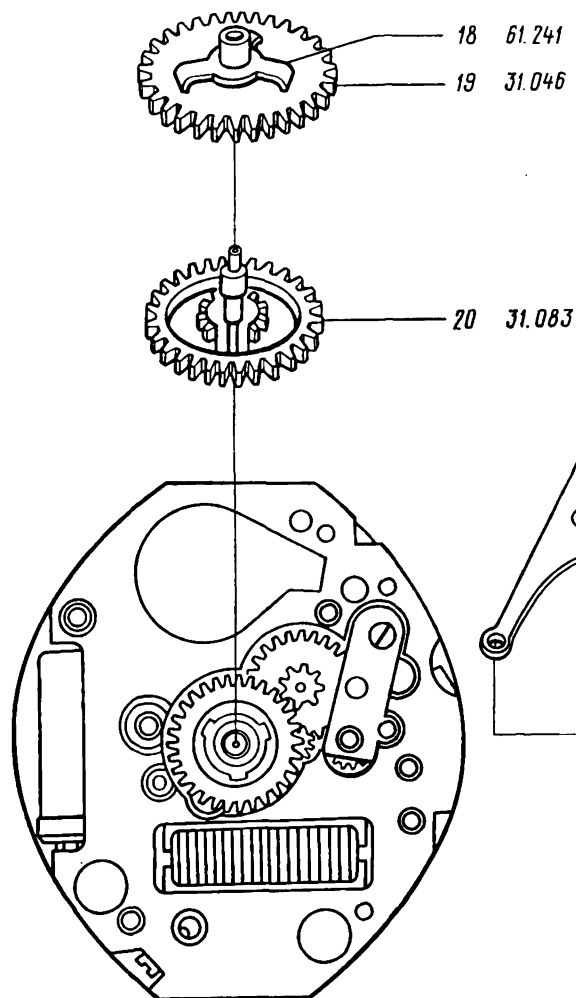

Рис. 24
21. Снять колесо часовое 19 с фольгой 18 (рис. 24)